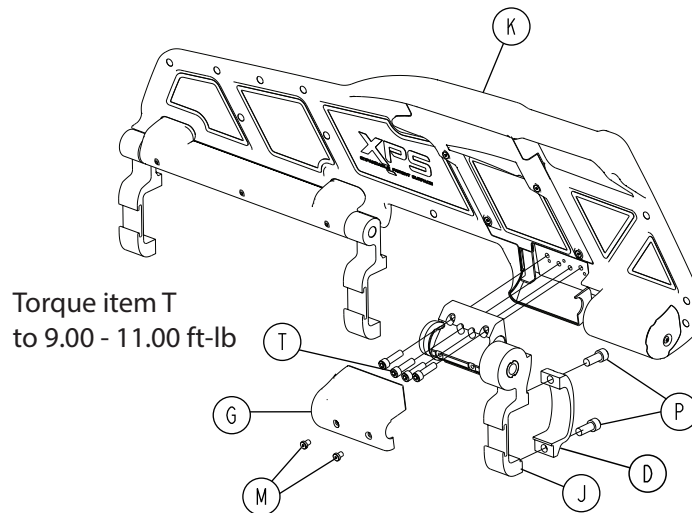

Figure 49 – Composants de l'ensemble clé à cliquet (XPS)
5. À l'aide d'une clé à 6 pans de 3/32 po, retirer les deux vis d'assemblage à six pans creux (M) qui fixent le couvercle de la clé à cliquet (G) à l'ensemble clé à cliquet (J) (Figure 49). Retirer et conserver le couvercle de la clé à cliquet. Conserver les vis.
6. À l'aide d'une clé à 6 pans de 1/4 po, retirer les vis d'assemblage à six pans creux (P) qui fixent la pince de barrière (D) à l'ensemble clé à cliquet du côté pieds de l'ensemble principal. Conserver les vis.
7. À l'aide d'une clé à 6 pans de 3/16 po, retirer les quatre vis d'assemblage à six pans creux (T) qui fixent l'ensemble clé à cliquet à l'ensemble de surmoulage (K). Retirer l'ensemble clé à cliquet et le mettre de côté. Conserver les vis.